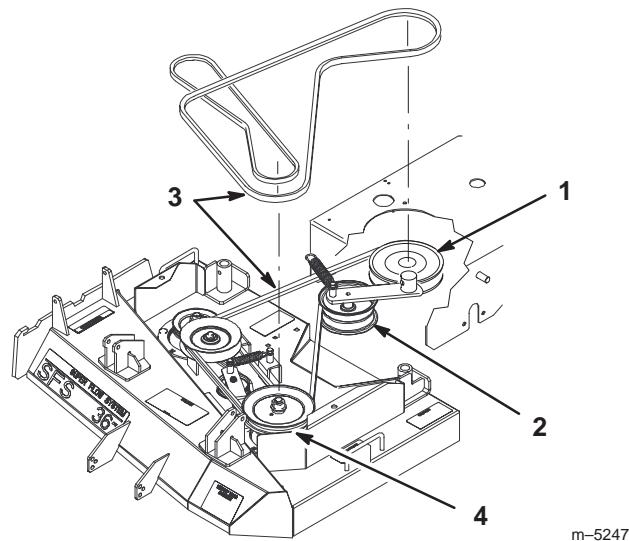

Figure 59
6. Décrochez le ressort du bras de la poulie de tension. Enlevez la courroie de la poulie d' engagement de la PdF et de la poulie d' axe centrale (Fig. 59).
7. Déposez la courroie d' entraînement usagée (Fig. 59).
8. Installez la courroie neuve sur la poulie d' engagement de la PdF et la gorge supérieure de la poulie d' axe centrale (Fig. 59).
9. Placez la courroie sur la poulie de tension et remettez le ressort en place (Fig. 59).